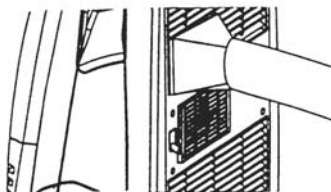

Рис.4.4
- Подключите квадратный конец воздухоотводящей трубы к порту в соответствии рис. 4.4 а).